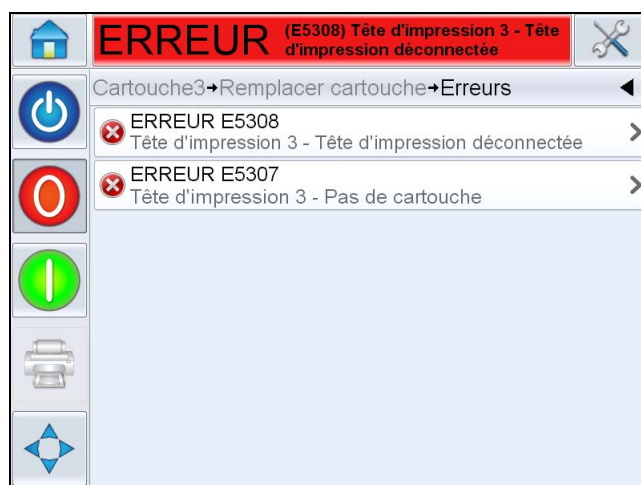

Figure 8-2: Sélection de faute
- 1 Touchez sur le message rouge FAUTE pour afficher la liste des erreurs (Figure 8-2 à la page 8-3).